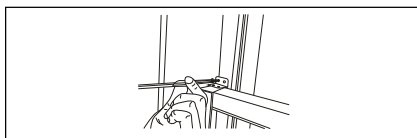

Fig. 16
6. For å sikre den nedre vindusrammen i posisjon festes den rettvinklede vindusrammelåsen med en 1/2" (12,7 mm) skruer slik som vist (Fig. 16).